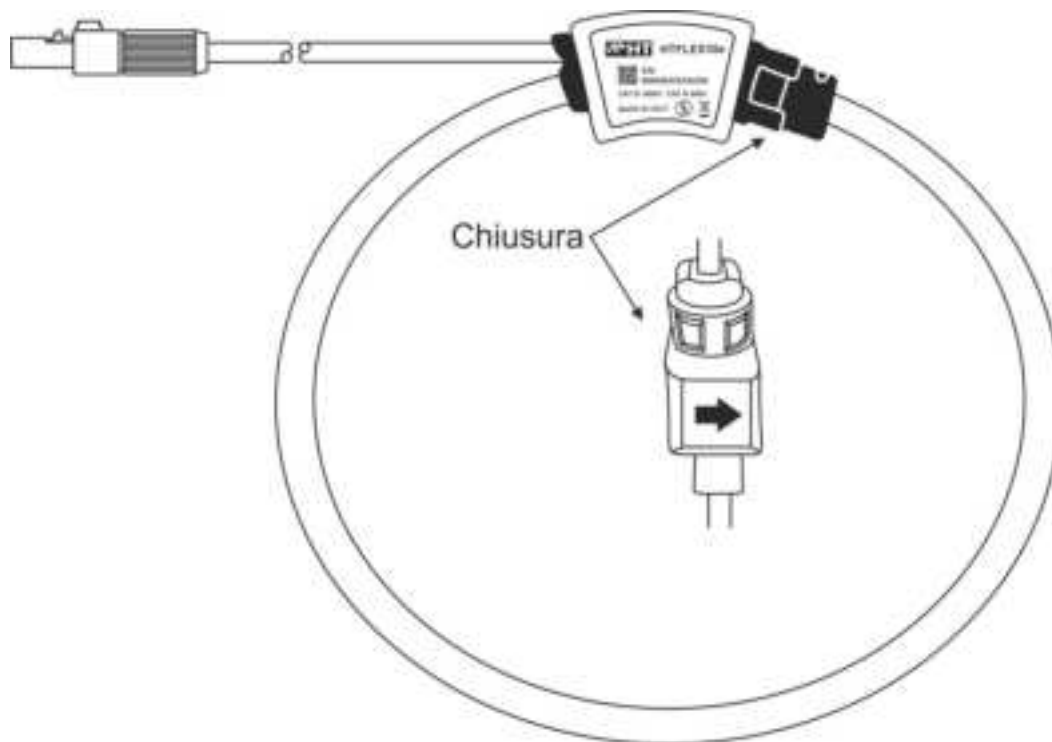

Fig. 2: Descrizione della pinza HTFLEX35e
Il modello HTFLEX35e, leggero e flessibile, è un trasduttore a pinza di corrente che può essere avvolto attorno alla maggior parte dei conduttori. La testa flessibile ha una curvatura predefinita che permette l'inserimento con facilità intorno al conduttore (vedere Fig. 2). La versatilità applicativa ed il grado d'isolamento differenziano il trasduttore HTFLEX35e dagli altri metodi di misura della corrente. Esso è costruito utilizzando materiali non ferrosi, minimizzando in tal modo qualsiasi influenza per accoppiamento magnetico sul circuito sotto test.
La pinza flessibile HTFLEX35e, a differenza di quanto gli attuali TA richiedono, è stata progettata per permettere all'operatore il posizionamento attorno al conduttore senza interromperlo. Sebbene l'uscita della pinza sia in AC, in alcuni casi può essere necessario orientare il trasduttore in modo tale che ai terminali di uscita la polarità sia definita (ex: misure di potenza). Ciò può essere fatto installando la testa flessibile attorno al conduttore prestando attenzione che la freccia presente sul dispositivo di chiusura (vedere la Fig. 2) sia rivolta nella direzione dove, per convenzione, scorre la corrente, ovvero dal generatore al carico. Qualora si eseguano misure su impianti trifase, occorre inoltre rispettare la corrispondenza tra sonda voltmetrica dello strumento di misura collegato e il trasduttore a pinza relativo alla medesima fase.
1. Avvolgere la bobina intorno al conduttore, congiungendo le due estremità della pinza rispettando la freccia presente sul dispositivo di chiusura (vedere la Fig. 2) che indica per convenzione la direzione della la corrente da generatore a carico